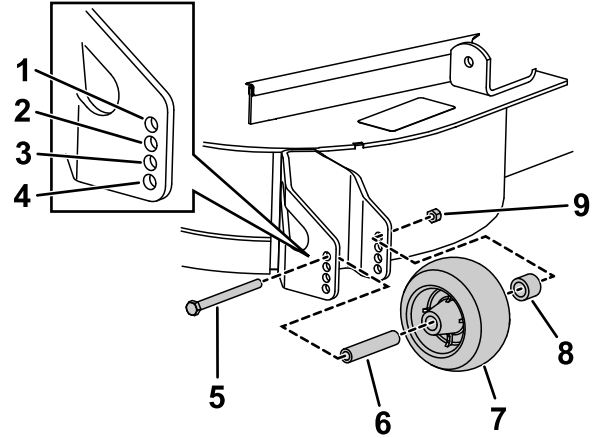

図 14
1. 刈高を変更後、ローラのフランジナット、ブッシュ、スペーサ、ボルトを外して図 14、ローラの高さ調整を行う。
3. フランジナット、ブッシュ、スペーサ、ボルトを取り付ける。54-61 N・m 1.2-1.5 kg・m=40-45 ft-lb にトルク締めする図 14。